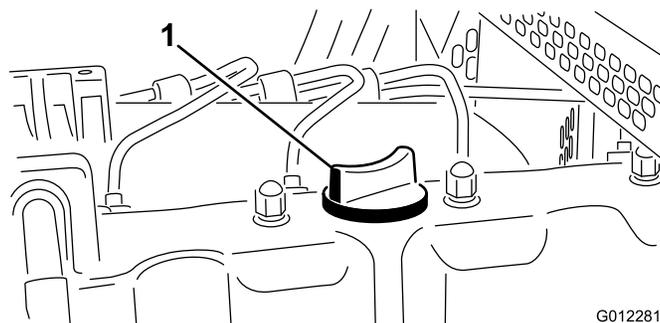

Figura 11
5. Se o nível de óleo se encontrar abaixo da marca Full (Cheio) da vareta, retire o tampão de enchimento (Figura 11) e adicione óleo até que o nível atinja a marca Full.